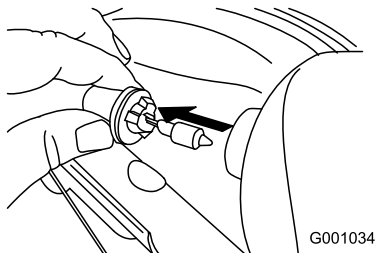

Figura54
3. Scoateți becul în linie dreaptă din partea din spate a farului (Figura54).